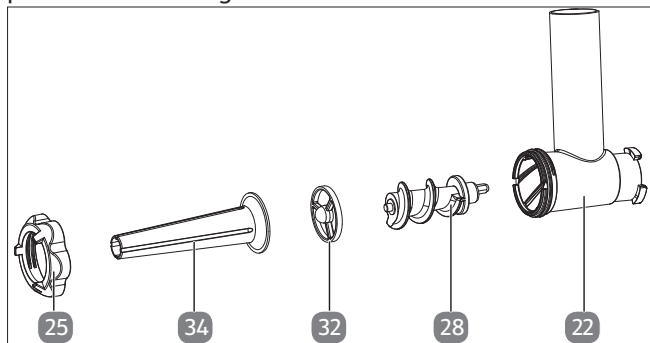

Fig. 19 – Accessori per preparazione di salsicce
1. Assemblare gli accessori come raffigurato (vedere Fig. 19).